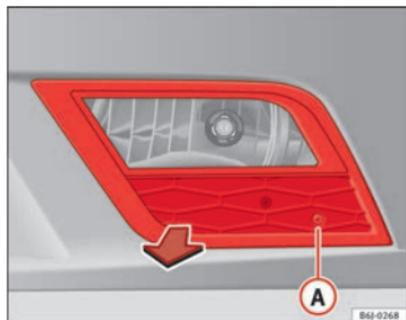

Fig. 160 Fero antiniebla
- Retire el tornillo ⇒ fig. 160 **A** de la reja del fero antiniebla precisando para ello un destornillador.